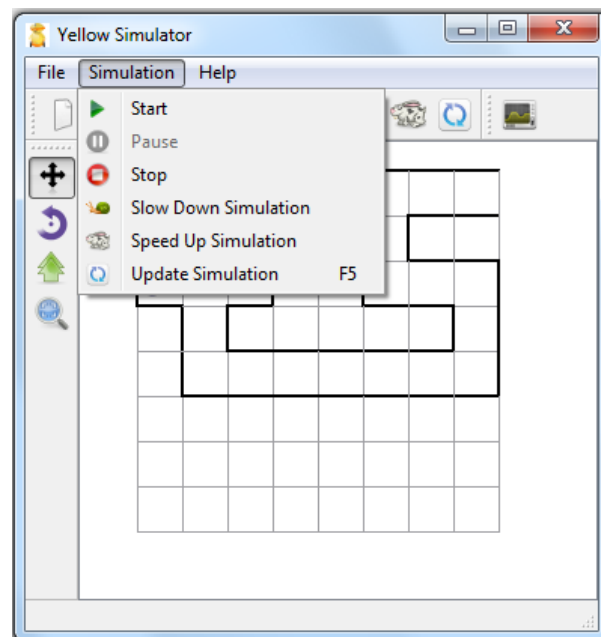

Figura 8. Detalle menú desplegable "Simulation".
- Menu Simulation: permite acceder a Start, Pause, Stop, Slow Down Simulation, Speed Up Simulation y Update Simulation. Esta pestaña contiene los controles de la simulación. En la figura 8 se muestra este desplegable.